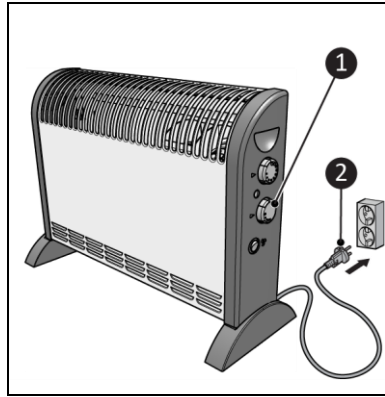

Abbildung 7
2. Stellen Sie sicher, dass sich der Einschaltknopf in der Position AUS befindet (Abbildung 7, Pos. 1).
3. Stecken Sie den Netzstecker (Abbildung 7, Pos. 2) in eine leicht zugängliche Steckdose. Verwenden Sie eine Steckdose mit einer Mindestleistung von 2000 Watt.
3. Ziehen Sie den Netzstecker aus der Steckdose (Abbildung 7).